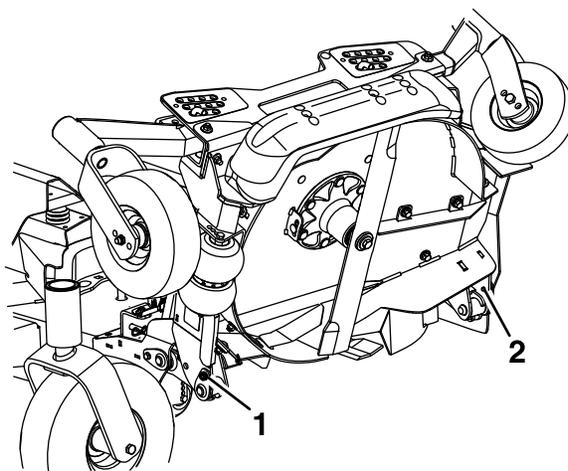
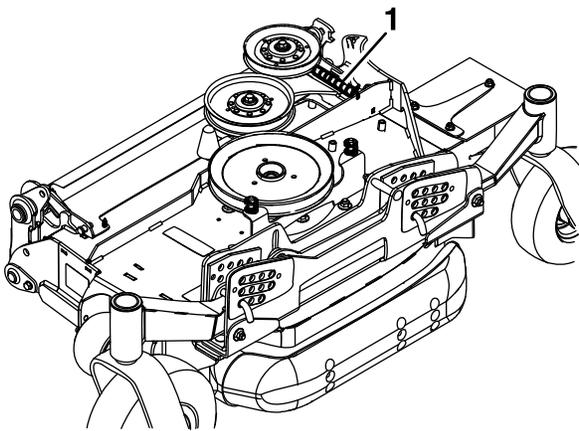

Рисунок 83
**Рисунок 86**
7. Ослабьте болты, крепящие верхние шарнирные пальцы к деке, но **не** снимайте болты (Рисунок 83).
14. Снимите фланцевые втулки с верхних осей поворота и очистите отверстие (Рисунок 86).
18. Снимите и сохраните болты нижней оси поворота (Рисунок 83 и Рисунок 86).